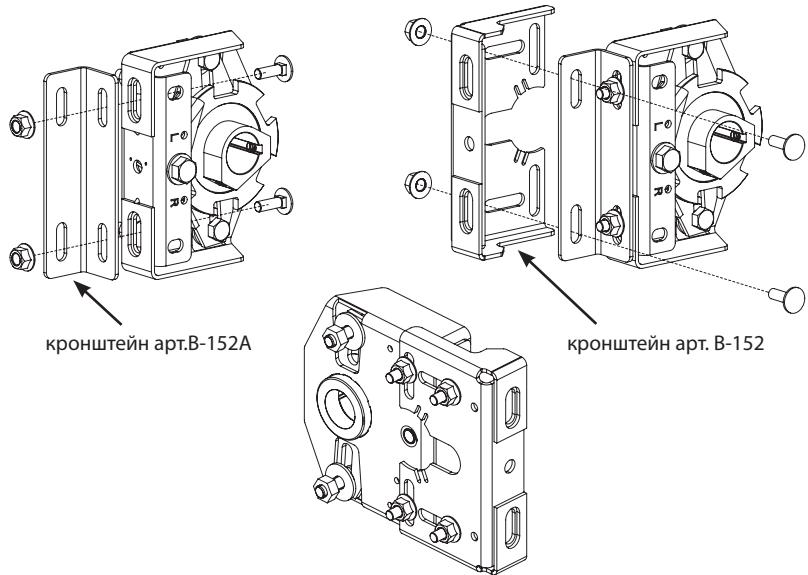

Рис. 22
- на пружинах с высокой степенью накручивания храповая муфта арт.SBD-5/4 применяется совместно с кронштейном арт.В-152 и усиливающим уголковым кронштейном арт.В-152A (рис.22).